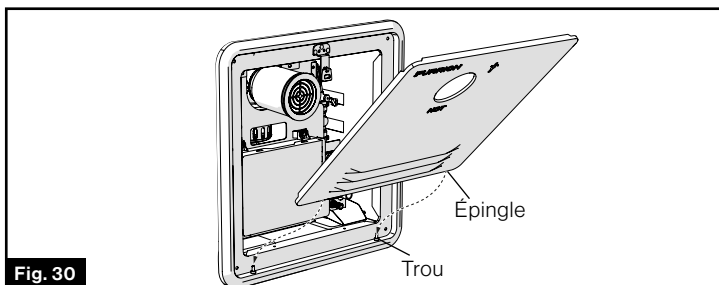

Fig. 30
8. Insérez la porte dans les attaches au bas du chauffe-eau. (Fig. 30)